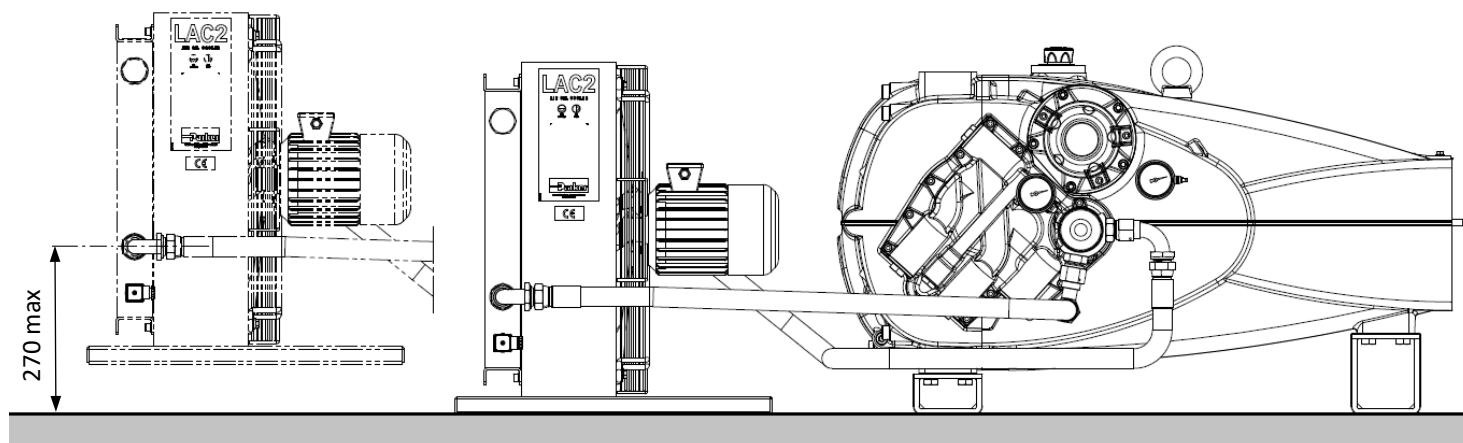

fig.6
**In ogni caso la bocca di entrata olio nello scambiatore deve essere ad una altezza massima rispetto al piano appoggio di 270 mm (vedi fig.6)**